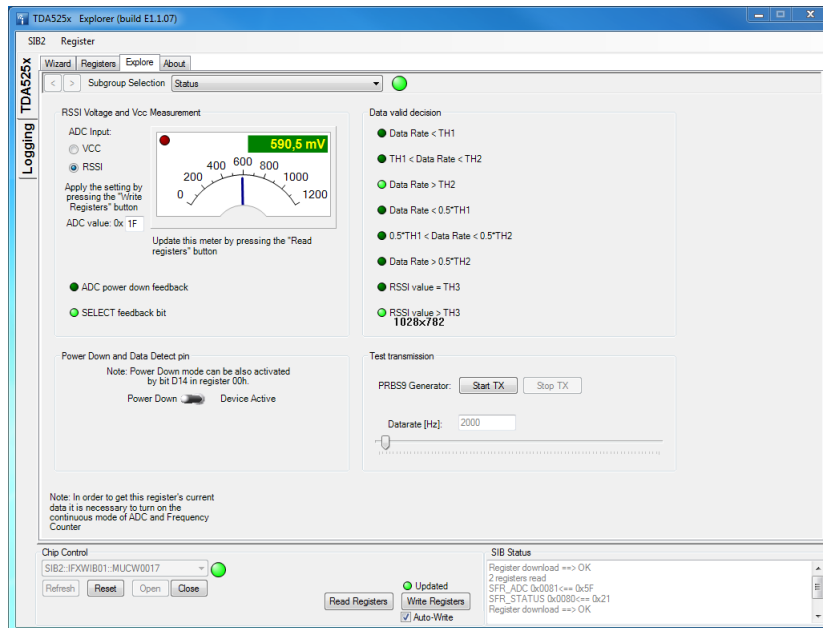

图 10: TDA525X Explorer, “浏览”选项卡
- 此外，可以在“浏览”选项卡上读取 **SFR 状态寄存器**和 **SFR ADC 寄存器**。在“浏览”选项卡上有 **RSSI 电压**和 **Vcc 测量**和 **数据有效性判断**字段（参见图 10）。